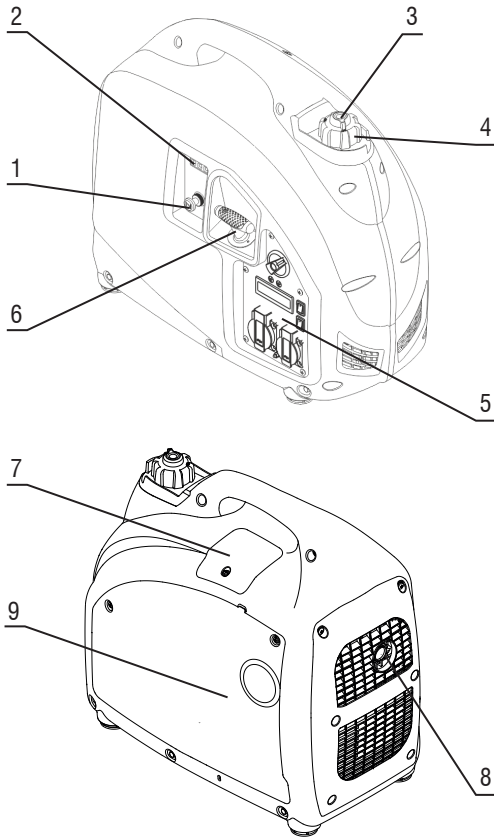

Fig. 1 – Componentes
2. Remova a tampa de manutenção do filtro de ar (9) (fig. 1);